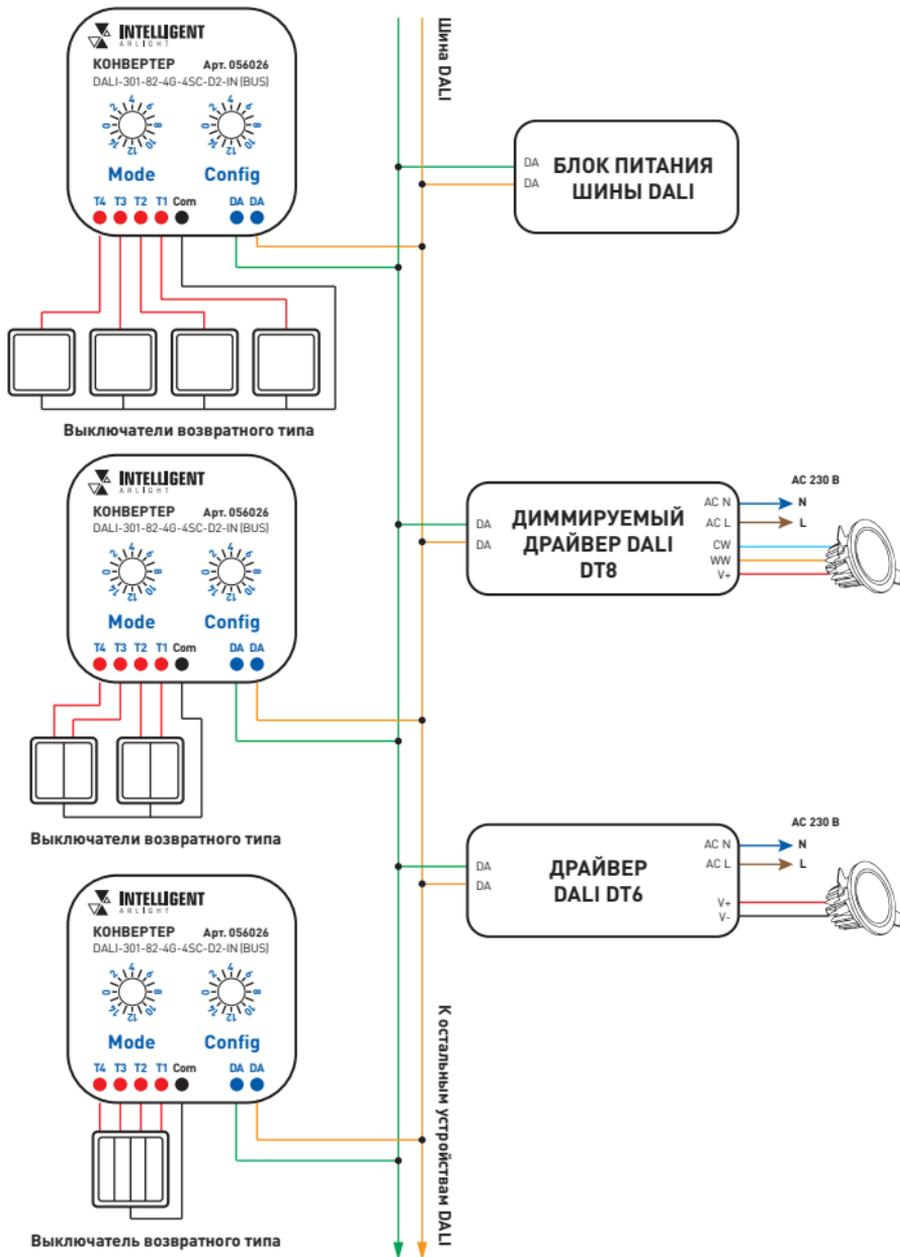

Рис. 1. Схема подключения конвертера
- 3.2. Подключите конвертер согласно схеме, приведенной на рис. 1.